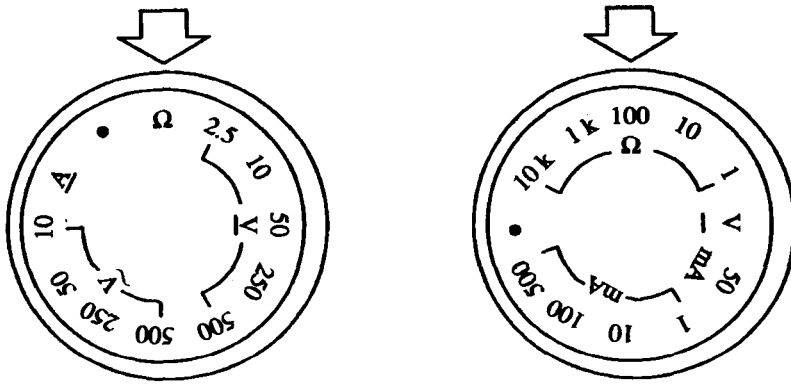

图 1.5 MF-500 型万用表档位选择示意图
(1) 检查电池。测量前，应先观察万用表电池的电压是否符合要求。以 MF-500 型万用表为例，将档位旋钮置于电阻档，再将倍率档旋钮置于 $R \times 1$ 档，然后把两表棒金属部分短接，观察指针是否能到零位。如调整电阻档调零旋钮后，指针仍不到零位，则说明电压已不足，需更换电池，如图 1.5 所示。